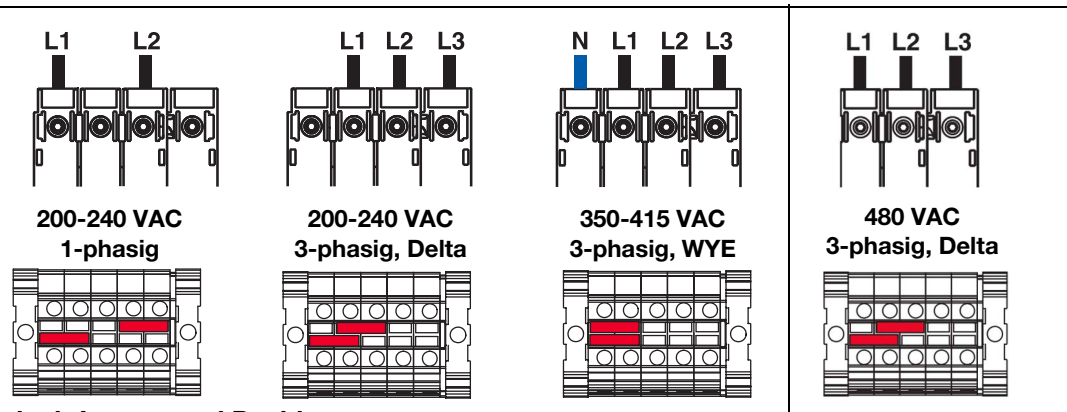

ABB. 7: Terminal-Jumper und Positionen
- 1. Schalten Sie den Hauptnetztrennschalter (AG) AUS.
- 4. Den Erdungsleiter (GND) an der Erdungsklemme anschließen (GT).
- 5. Das Netzkabel gemäß der Abbildung (siehe ABB. 7) anschließen. Leicht an allen Anschlüssen ziehen, um sicherzustellen, dass sie fest sitzen.
- 6. Zugentlastung (SR) festziehen.